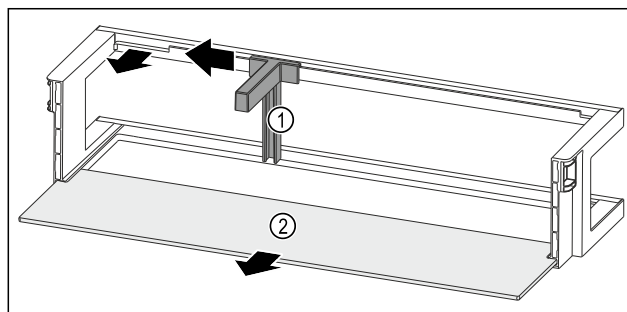

Fig. 86 Dveřní přihrádka s držákem lahví a odkládací plochou
- Držák lahví Fig. 86 (1) posuňte na stranu až k vybrání.
- Držák lahví Fig. 86 (1) odeberte.
- Odkládací plochu Fig. 86 (2) odeberte.